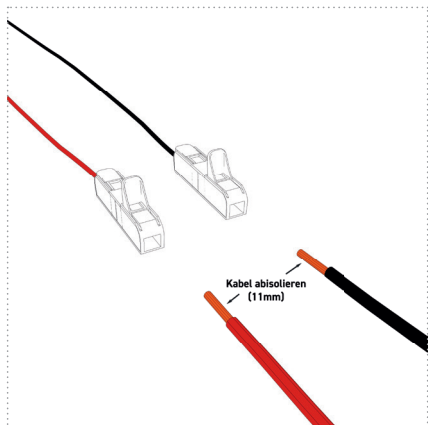

Abbildung: 18
2. Isolieren Sie die bordseitigen Anschlusskabel 11 mm ab (Abbildung 18).
3. Schließen Sie anhand *Tabelle 17+18* die 2 Kabel (Spannungsversorgung und Signal) der UV-Einheit mittels den im Lieferumfang enthaltenen Verbindungsklemmen an die Spannungsversorgung u. Pumpe an (Abbildung 18+19).